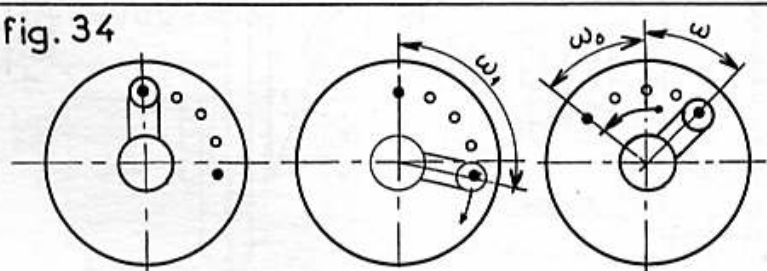

fig. 34
**Principe.** — En communiquant au plateau à trous une rotation  $\omega_0$ , de sens inverse de celle de l'alidade pendant que celle-ci passe devant  $k$  intervalles du plateau (rotation apparente  $\omega_1$ ), la rotation réelle de l'alidade est égale à :  $\omega = \omega_1 - \omega_0$  (fig. 34).